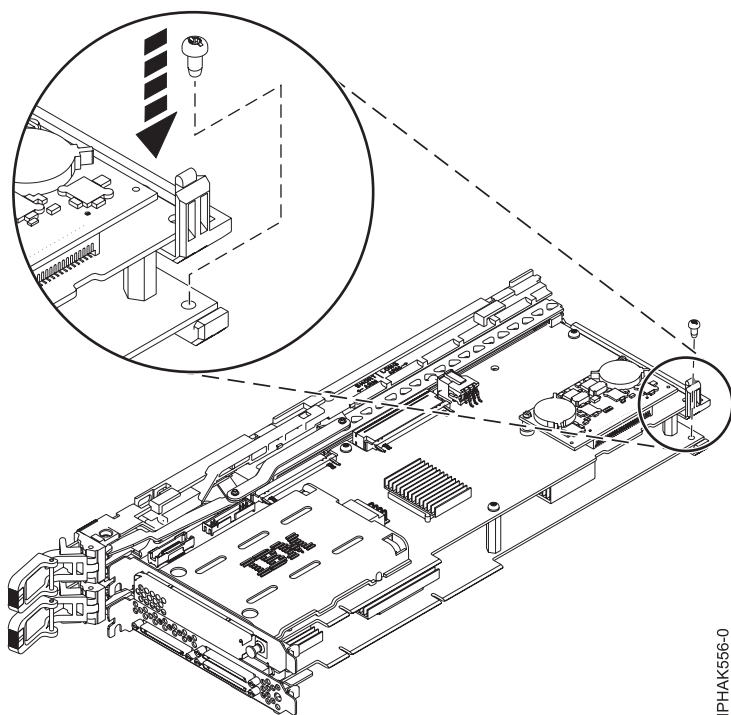

Figure 57. Fixation du bras arrière inférieur du bloc-cassette
5. Fixez le bras arrière inférieur du bloc-cassette à l'extrémité arrière de l'adaptateur double largeur à l'aide de la petite vis. Voir figure 57, à la page 77.